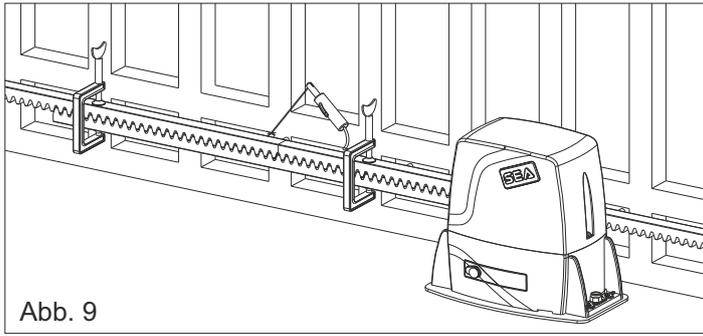

Abb. 9
5.4. Sich stellen, dass sämtliche Zahnstangenglieder bindig aneinandergereiht und ordentlich verlegt wurden (synchronisierte Verzahnung). Es wird empfohlen, zwei aufeinanderfolgende Elemente einem dritten Element gegenüberzustellen, wie in Abb. 9 angegeben;